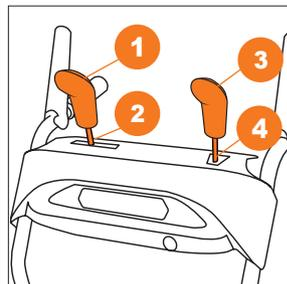

Рис. 36
- Накрутите рукоятки **1 3** рычагов управления на соответствующие штанги **2 4** (Рис. 36).